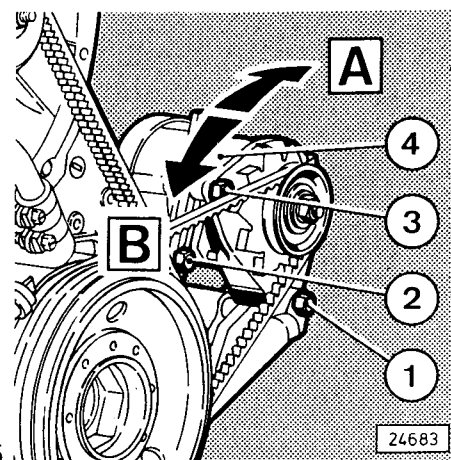

Fig. 45
- Sechskantschrauben 1, 2 und 3 (Fig. 45) leicht lösen.